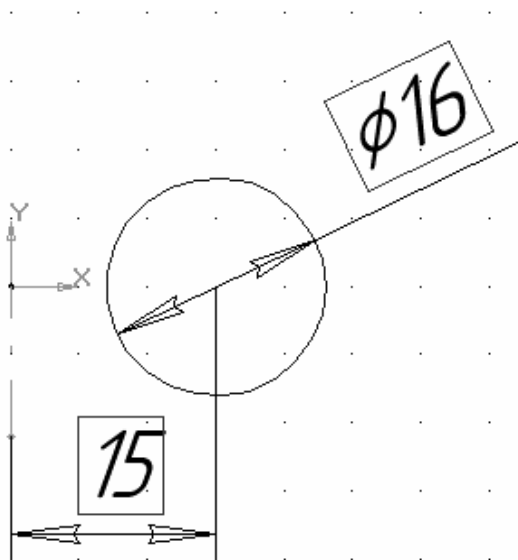

Рис. 2.4. Эскиз модели
4. В соответствии с рис. 2.4 постройте эскиз.